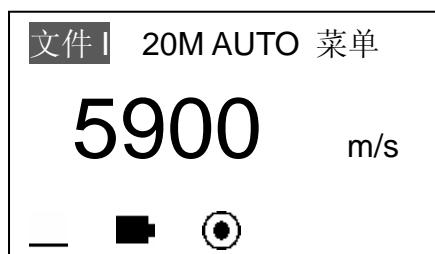

图 31
- a. 用 **MODE** 键将光标移至 **文件**，图 31：
- a. 按 **MODE** 键将光标移至 **文件**，按 **←** 键切换选择文件，如图 31。